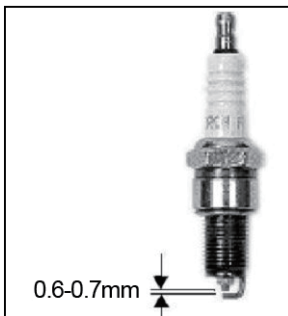

Abb. 14
- 3) Stellen Sie den Abstand mit einer Fühlerlehre auf 0,6 bis 0,7 mm ein. (Abb. 14 & 15)